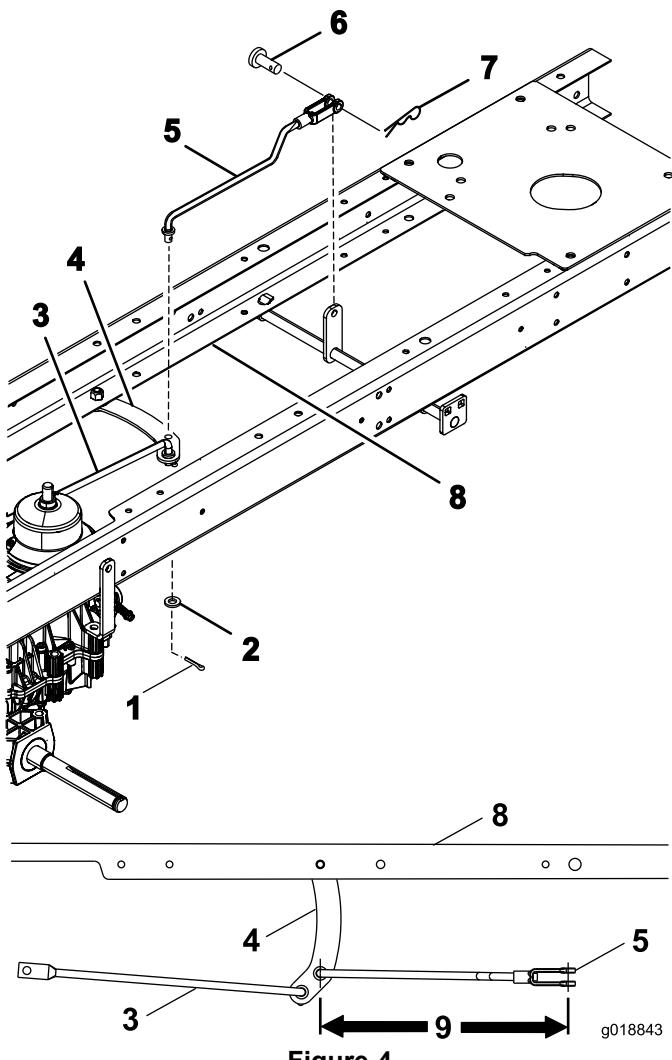

Figure 4
- Montez le bras de liaison avant de commande de déplacement sur le bras de liaison du support de traction au moyen de la rondelle plate et de la goupille fendue (Figure 4).
- Fixez l'autre extrémité du bras de liaison avant de commande de déplacement et réglez la chape comme indiqué à la Figure 4.